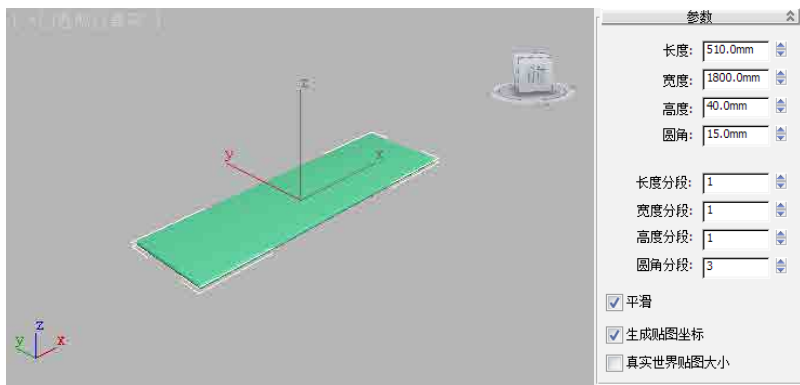

图3-75
- 01** 制作柜底。单击  (几何体) 创建命令面板中的 **标准基本体** 下拉列表, 选择 **扩展基本体** 选项, 进入 **扩展基本体** 创建面板, 单击 **切角长方体** 按钮, 在顶视图中创建切角长方体, 并命名为“柜底”, 在透视图中的效果与参数设置如图3-75所示。